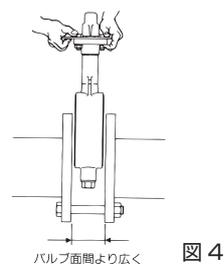

図4
(1) フランジ面は、バルブ面間より5~10mm程度広くとります。（図4）この余裕がないと、特にバタフライバルブを挿入するときに、ゴムシートに異常なねじり応力が発生したり損傷を受けたりして、外漏れの原因になります。また、バルブの弁体は全閉にせず、出荷時の状態（約10°開）のまま挿入してください。開けすぎてジスクがバルブの面間より飛び出した状態では挿入できませんし、ジスクを損傷することがあります。（図5）
(2) ウェハー形バルブの場合には、まず、フランジの下側半分にボルトを差し込みバルブの落とし止めをします。つぎに、ガスケット面に損傷を与えないよう、充分注意をしながらバルブを挿入します。